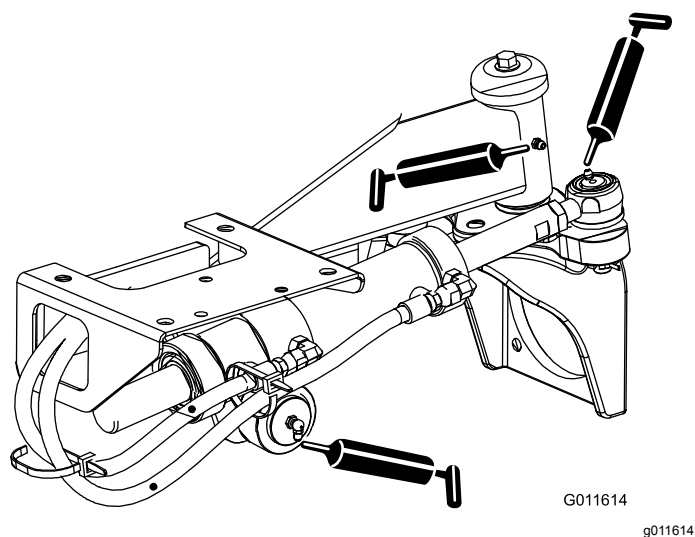

Figura 66
- Rótulas do cilindro de direção (2) e eixo traseiro (1) – Figura 66